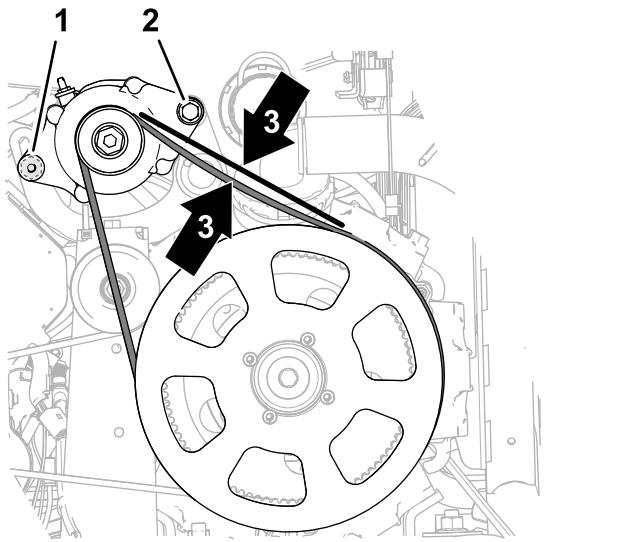

图186
4. 向上旋转交流发电机图186以增加皮带的拉力直到当在皮带上交流发动机皮带轮与驱动皮带轮279mm的中间位置施加4.5kg的力时测量到9.5mm的下压。